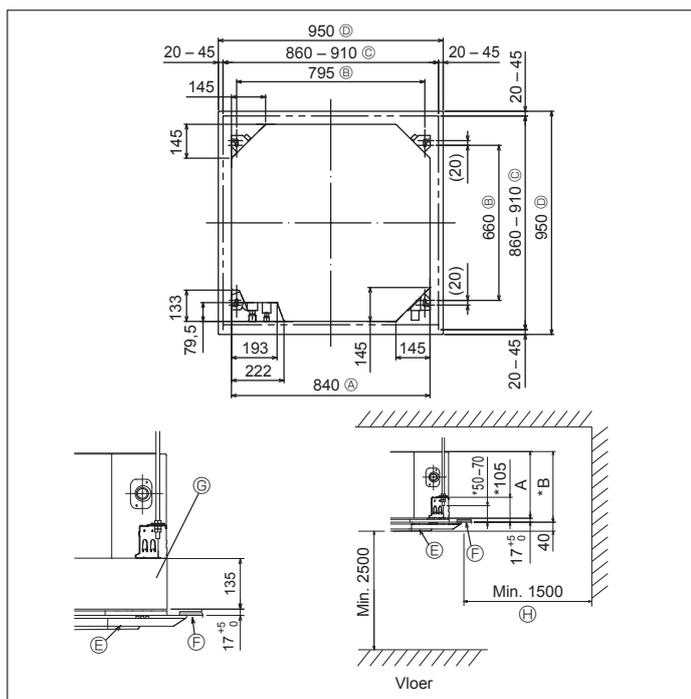

Fig. 3-2
①	Mal voor installatie (Bovenkant van de verpakking)	1
②	Sluitering (met isolatie) Sluitering (zonder isolatie)	4 4
③	Pijpisolatie (voor koppeling van koelleiding) kleine diameter grote diameter	1 1
④	Bevestigingsbandje (groot)	8
⑤	Bevestigingsbandje (klein)	1
⑥	Aftapbus	1
⑦	Isolatie	1
⑧	Flensmoer 1/4F (RP60)	1
3.2. Plafondopeningen en posities voor installatie van de ophangbouten (Fig. 3-2)
- * De afmetingen van de plafondopeningen kunnen aangepast worden binnen de begrenzingen zoals afgebeeld in Fig.3-2; u moet dus het apparaat tegen het plafondopening centreren, waarbij u ervoor moet zorgen dat de respectievelijke tegengestelde zijden aan alle kanten van de opening hetzelfde zijn.